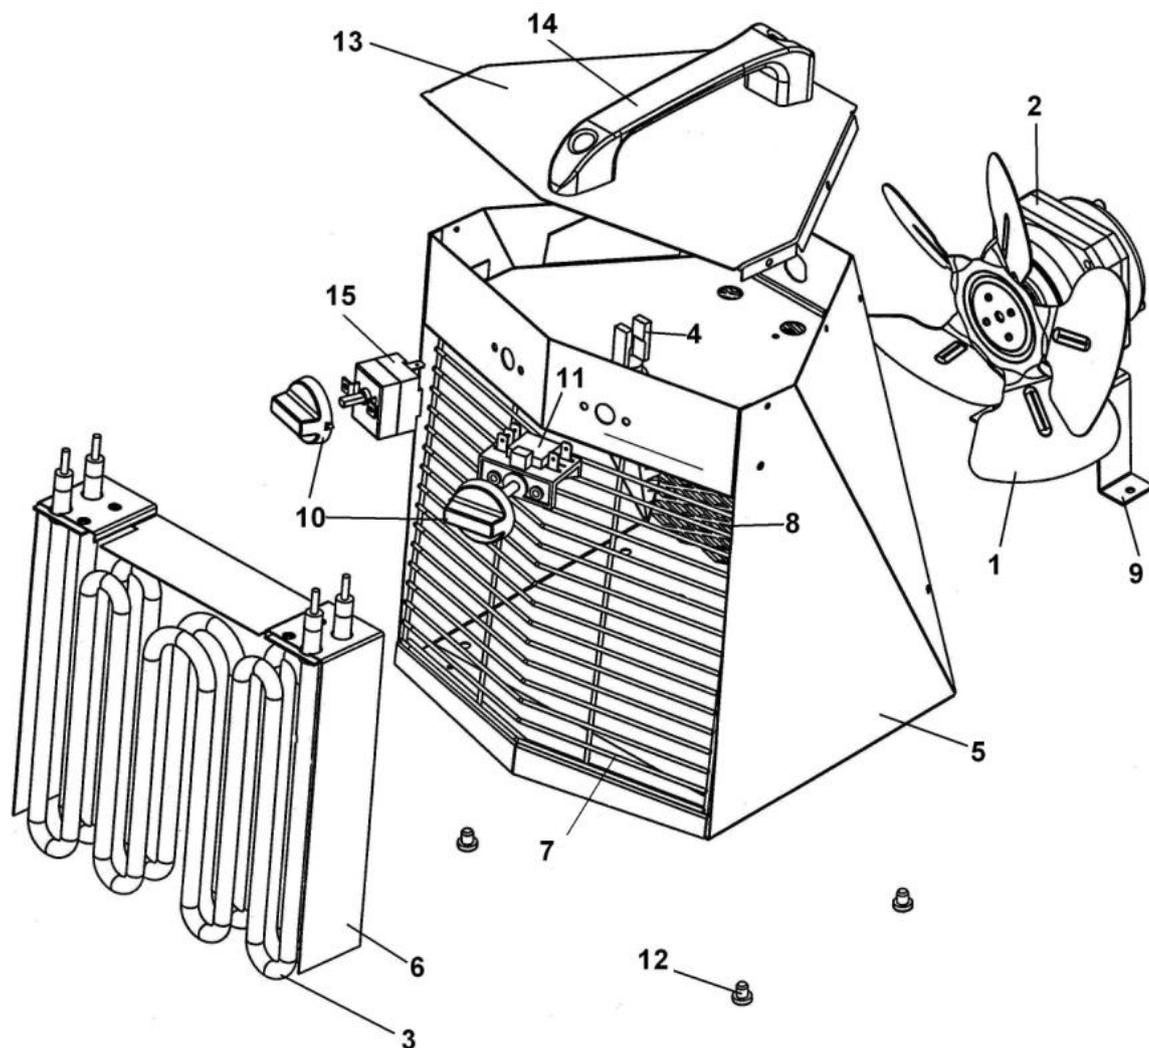

Рис.1
Соответствие положений ручки переключателя режимов работы (10) (рис. 1) :
Переключатель 11 (рис. 1) имеет четыре положения предназначен для установления режимов работы.
Термостат 4 (рис. 1) отключает ТЭНы в случае аварийного (ненормального) режима работы (перекрыто входное или выходное отверстие, перегрев вследствие остановки электродвигателя).
Терморегулятор (капиллярный термостат) 15 (рис. 1) в тепловентиляторе ТТ-3ТК предназначен для автоматического поддержания температуры в помещении на заданном уровне. При достижении заданной температуры терморегулятор отключает нагревательные элементы, оставляя включенным вентилятор. При понижении температуры всасываемого воздуха на $3 - 5^{\circ}\text{C}$ вновь включает нагрев.
Установить переключатель режимов работы (11) рис. 1 тепловентилятора в положение «0» (отключено).
Переключатель режимов (11) рис.1 установить в выбранный режим. Установка режима автоматического поддержания температуры для тепловентилятора ТТ-ЗТК выставляется следующим образом:
Ручку терморегулятора (10) рис. 1 повернуть против часовой стрелки до упора;
Переключатель режимов работы (11) рис. 1 установить в положение нагрева. В этом случае тепловентилятор работает в режиме вентилятора. Плавно поворачивать ручку терморегулятора (10) рис. 1 по часовой стрелке до щелчка включения терморегулятора, который произойдет при совпадении уставки терморегулятора с температурой окружающего воздуха. Повернуть ручку терморегулятора (10) рис. 1 по часовой стрелке еще на некоторый угол. Терморегулятор не имеет отградуированной шкалы по температуре и установка ручки на желаемую температуру в помещении уточняется (определяется) потребителем в процессе эксплуатации.
установить переключатель режимов работы (11) рис. 1 в режим вентилятора «1». В этом режиме крыльчатка будет вращаться, а ТЭНы будут отключены.
Установить переключатель режимов (11) рис. 1 в положение «О» - отключено. В случае длительного перерыва в работе тепловентилятора вынуть вилку шнура питания из розетки.
Термостат 4 (рис.1) при ненормальном режиме работы тепловентилятора срабатывает и отключает ТЭНы.
охладить тепловентилятор до температуры окружающего воздуха; переключатель режимов работы (11) рис. 1 установить в положение «О» (отключено); выяснить и устранить причину, вызвавшую срабатывание термовыключателя; переключатель режимов (11) рис. 1 установить в положение «1» (вентилятор) и по наличию воздушного потока убедиться во вращении крыльчатки. После этого можно включить нагрев.